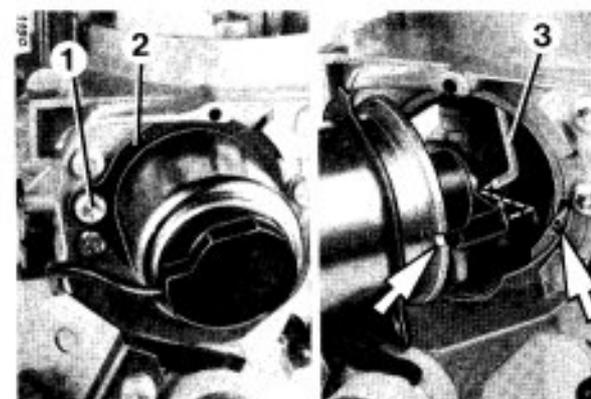

Bild 11
4.4 Vordrosselsteller ersetzen (Bild 11)
- Befestigungsschraube (1) herausdrehen.
- Spannring (2) entsprechend verdrehen und Vordrosselsteller abnehmen.
- Beim Einbau des Vordrosselstellers auf Arretierung (Pfeile) sowie auf Verbindungsstange (3) zur Vordrosselklappe achten.